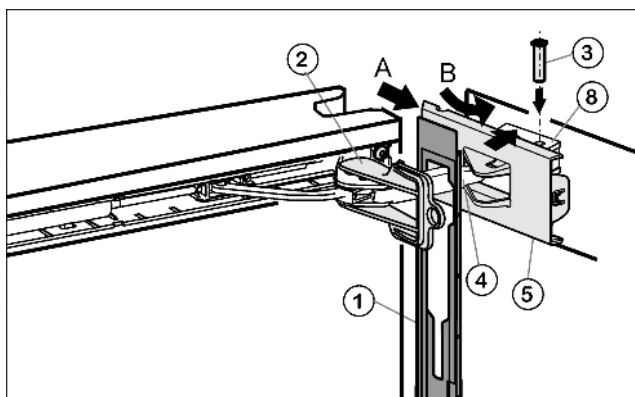

Fig. 16
- ▶ Навесьте накладку *Fig. 16 (1)* на амортизационную скобу *Fig. 16 (4)* таким образом, чтобы передние защелки показывали во внутрь, а передняя сторона была направлена к устройству.
- ▶ Отодвиньте (А) крышку *Fig. 16 (5)* снаружи и поверните (В) через опорную деталь *Fig. 16 (8)*.
- ▶ Установите крышку *Fig. 16 (5)* и защелкните ее до первого фиксатора.
- ▶ Притяните амортизационную скобу *Fig. 16 (4)* опорной детали и сверху вставьте палец *Fig. 16 (3)* таким образом, чтобы квадратная головка сидела в углублении.
- ▶ Теперь полностью защелкните крышку *Fig. 16 (5)* на опорной детали *Fig. 16 (8)*.
- ▶ Выкрутите фиксатор *Fig. 16 (2)*.
- ▶ Надвиньте и защелкните накладку *Fig. 16 (1)* на дверце.